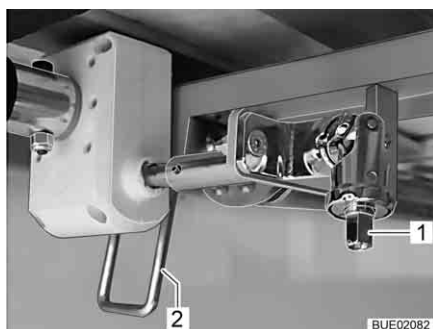

Bild 119 Höjdinställning
- Sätt veven på tappen (Bild 119,1).
- Sväng spaken (Bild 119,2) nedåt i lodrätt läge.
- Sväng spaken (Bild 119,2) uppåt i vågrätt läge.